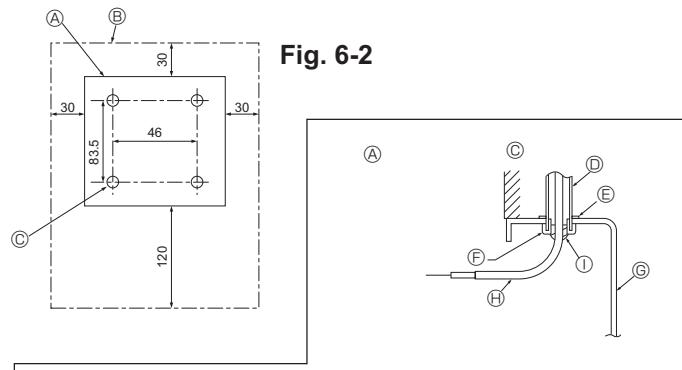

Fig. 6-2
- (1) Sélectionner l'endroit d'installation de la télécommande. (Fig. 6-2)
[Fig. 6-2]